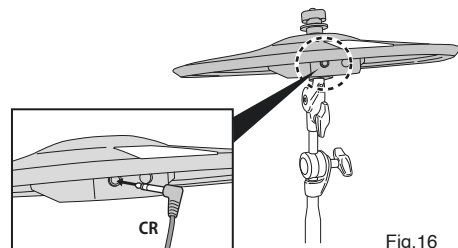

Fig.16
3. Connect the 15" Crash Cymbal Pad with the cable labeled (**CR**) from the Sound Module (Fig.16).
ケーブル **CR** をジャックに接続します (Fig.16)。